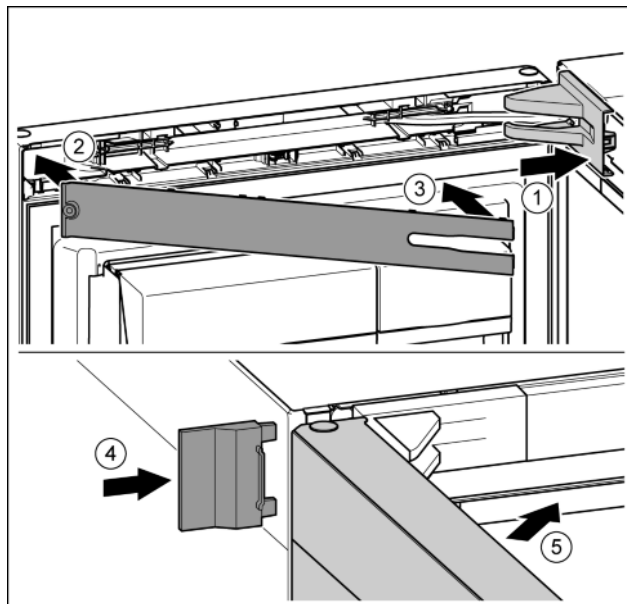

Fig. 26
- ▶ Nasadte a zaklapněte kryt stojanu ložiska, příp. opatrně přitlačte od sebe. Fig. 26 (1)
- ▶ Nasadte záslepku. Fig. 26 (2)
- ▶ Záslepku sklopte a zaklapněte. Fig. 26 (3)
- ▶ Vnější kryt nasuňte. Fig. 26 (4)
- ▶ Zavřete horní dveře. Fig. 26 (5)